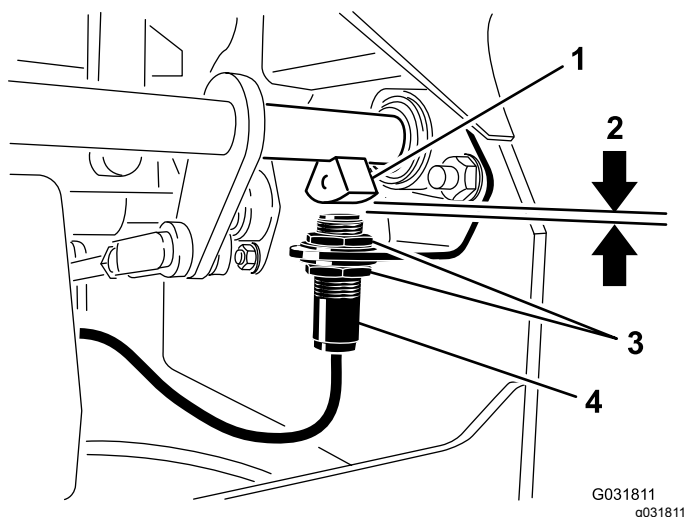

Figura 45
4. Mueva el interruptor hacia arriba o hacia abajo en el soporte hasta que la distancia entre el sensor del eje del freno y el émbolo del interruptor sea de 4 mm, según se muestra en Figura 45.